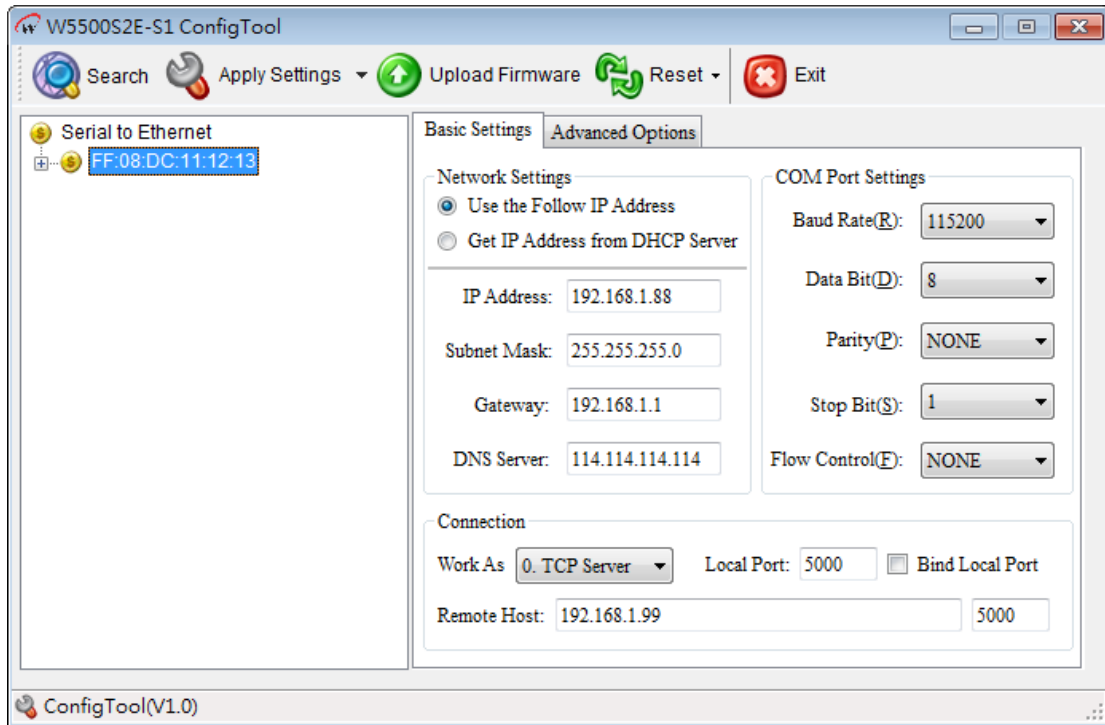

图 4-2 W5500S2E-S1 ConfigTool 搜索设备
- 3、点击  按钮，出现如图 4.2 所示界面，可以获取模块的 IP 地址等信息。